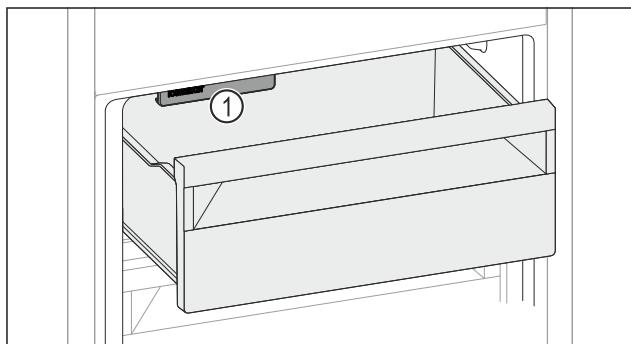

Fig. 140
- Слідкувати за функцією IceMaker Fig. 140 (1).